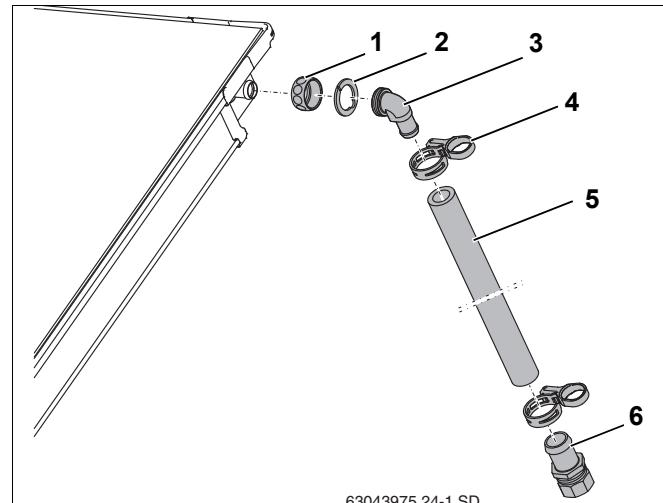

Рис. 35 Монтаж подающей линии
- ▶ Наденьте накидные гайки (рис. 35, **поз. 1**) на штуцеры коллектора.
- ▶ Уложите зажимную шайбу (рис. 35, **поз. 2**) за выступ штуцера коллектора и нажать на нее.
- ▶ Наденьте на штуцер угловой наконечник с кольцом (рис. 35, **поз. 3**), надавив на него, выровняйте и затяните накидной гайкой.
- ▶ Наденьте длинный шланг (1000 мм, рис. 35, **поз. 5**) на угловой наконечник и закрепите пружинным хомутом (рис. 35, **поз. 4**).
- ▶ Вставьте наконечник с зажимным кольцом (рис. 35, **поз. 6**) в шланг солнечного коллектора до упора и зажмите пружинным хомутом.
- ▶ Подключите сборную линию к наконечнику R3/4 с зажимным кольцом (18 мм) (рис. 35, **поз. 6**).